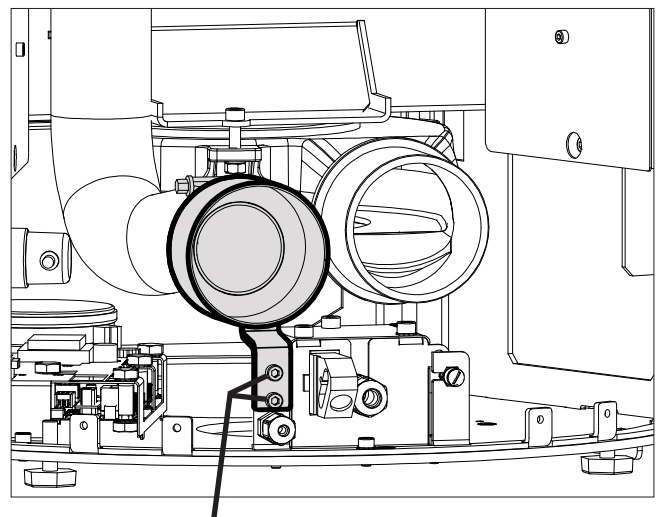

Fig.3 Vis de manchon de raccord à l'air de combustion
- Dévisser le manchon d'air de combustion (Fig.3).